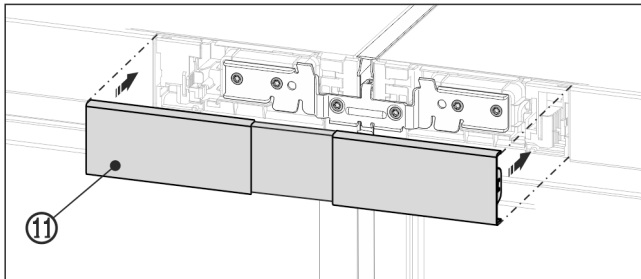

Fig. 23 Représentation à titre d'exemple
- Clipser le cache Fig. 23 (11) supérieur sur l'interstice encore ouvert des deux panneaux du bandeau de commande. Veiller à ce que les parties externes du cache se ferment en affleurant les panneaux du bandeau de commande.